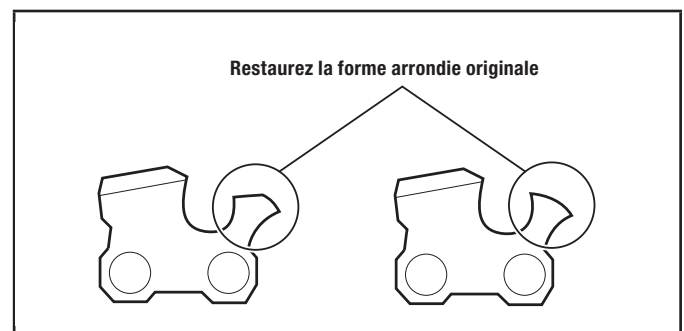

Figure 36
- 3b. Après avoir abaissé le limiteur de profondeur, utilisez la lime plate pour restaurer la forme arrondie (Fig. 36). Veillez à ne pas endommager les bords de coupe ou les maillons d'entraînement adjacents.